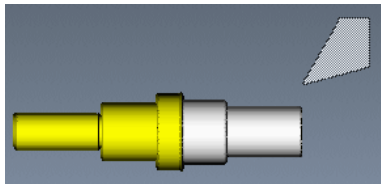

图 10.3.43 运行结果
Step1. 在“区域车削”操控板中，单击按钮，系统弹出“VERICUT 7.1.5 by CGTech”窗口，单击按钮，运行结果如图 10.3.43 所示。